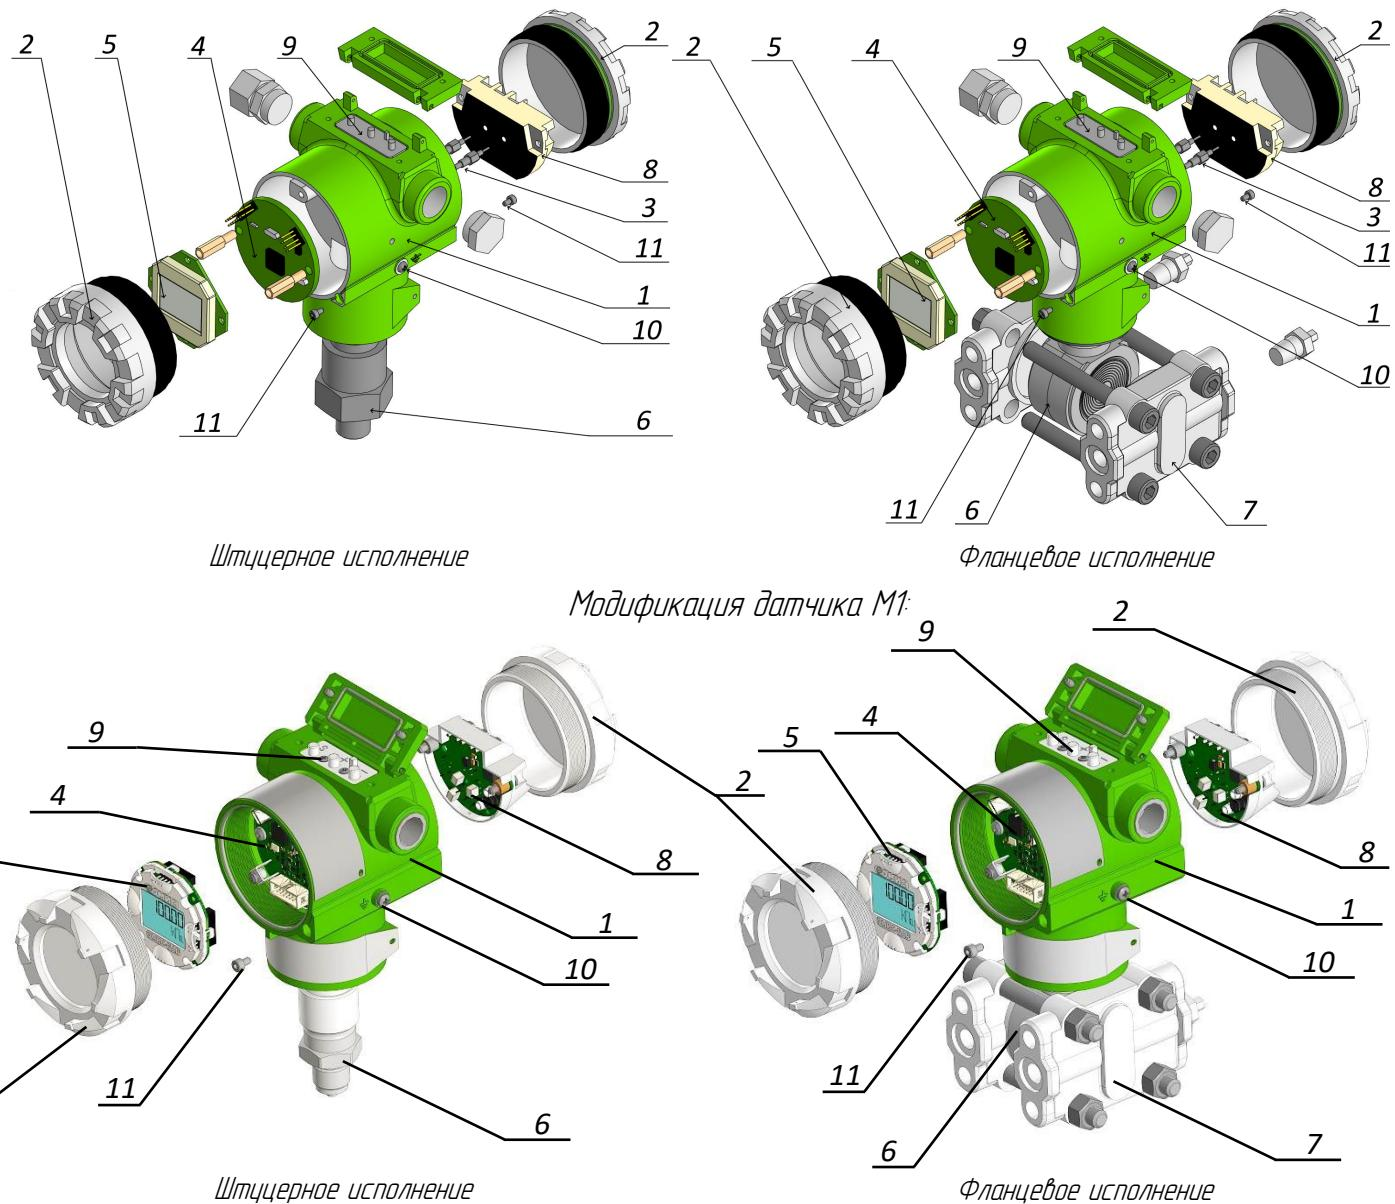

Рисунок 2 – Устройство датчиков давления
Датчик давления состоит из преобразователя давления и электронного блока (Рисунок 2). Корпус электронного блока (1) крепится на резьбовой части преобразователя давления (6). В электронном блоке размещены: электронная плата (4), крышки с уплотнениями (2), модуль ЖКИ (5), RFI фильтры (3), клеммная колодка (8), кнопки настройки датчика (9), винт наружного заземления корпуса (10), винты фиксации крышек корпуса (11). Над клеммной колодкой расположен винт обозначенный специальным знаком заземления, который может быть использован для подсоединения экрана при применении экранированного кабеля. Под секцией с модулем ЖКИ расположено отверстие для крепления таблички с позиционным обозначением.
- Зафиксировать крышку винтом фиксации крышки корпуса (11) (Рисунок 2).
Преобразователь давления (6) и фланцы (7) (Рисунок 2) в стандартном исполнении изготавливаются из нержавеющей стали 316L, также доступно исполнение, выполненное из Хастелоя НС-276. Материалы деталей, контактирующие с измеряемой средой, указаны в Таблицах 1.1-1.4.